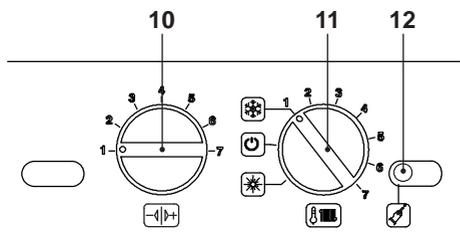
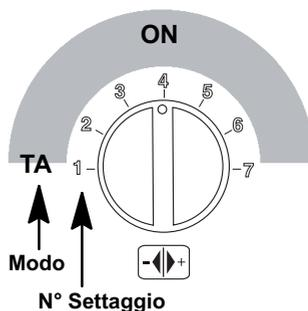

Figura 5.68
Figura 5.73
- Prima di alimentare elettricamente la caldaia posizionare la manopola 11 come indicato in Figura 5.68.
- Per settare il funzionamento modo pompa, bisogna entrare in programmazione premendo per 15 secondi il pulsante di ripristino 12, in Figura 5.68 fino alla comparsa del parametro **P01** sul display LCD; sul display LCD compare la seguente visualizzazione (la sequenza **P01** si alterna --- --).
- Per cambiare il settaggio ruotare la manopola regolazione temperatura sanitari 10 Figura 5.68 - Figura 5.73 posizionandola nel modo pompa prescelto (nella Figura 5.73 esempio di manopola settata per Modo pompa **ON**); nell'LCD la sequenza **P13** si alterna con **04**.